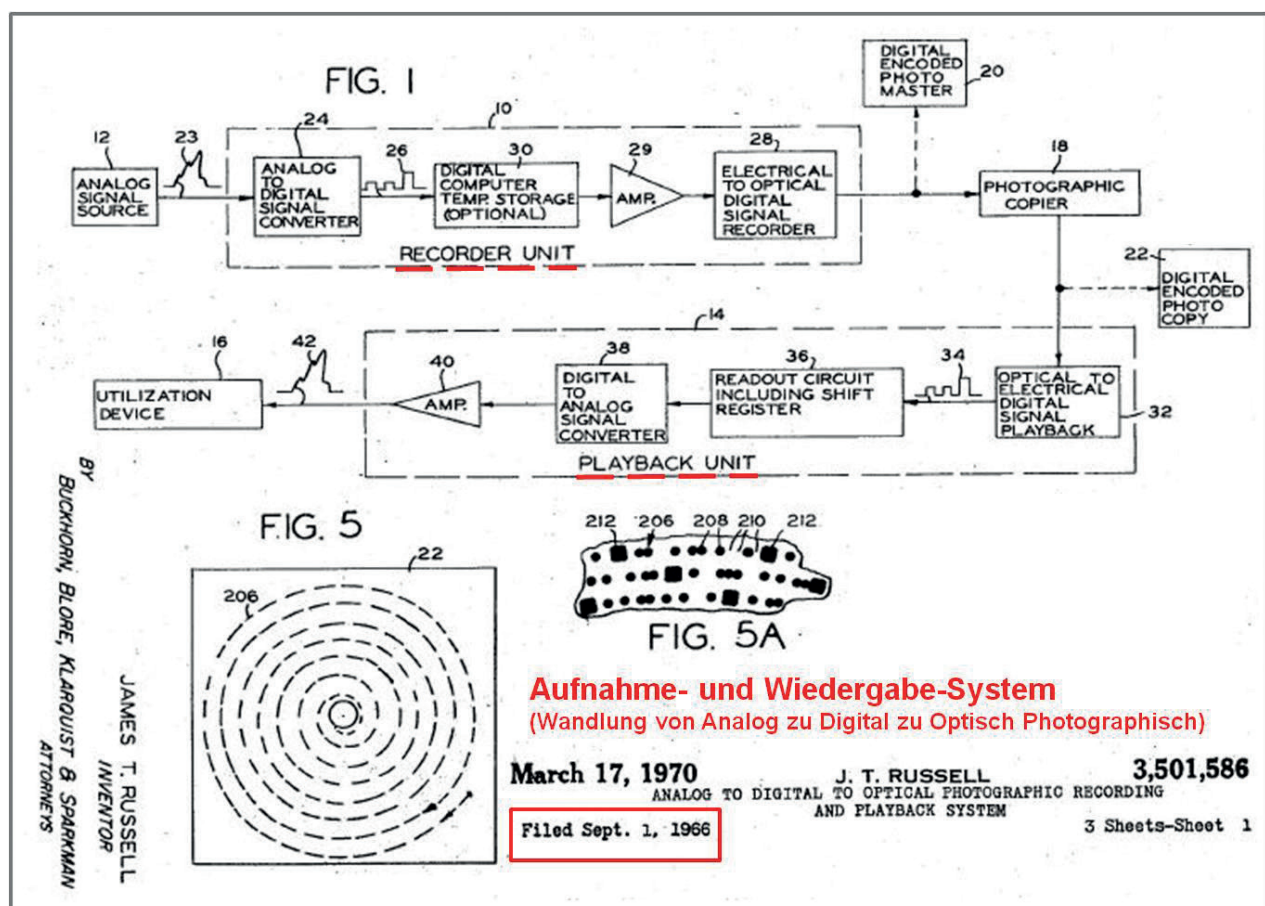

Abb. 3: USA Patent US3501586 von J. T. Russel: Analog to Digital to Optical Photographic Recording and Playback System (eingereicht am 1. Sept. 1966).
Anordnung zu entwickeln die einfach und preisgünstig viele Kopien von Videos und Tonaufnahmen ermöglichen würde. Jedenfalls hat Russel beim Pacific Northwest National Laboratory des Battelle Memorial Institutes ein Gesamtkonzept eines Gerätes zur optischen Aufnahme und Wiedergabe entwickelt. Sein erstes Patent reichte er im September 1966 ein (US Patent US3501586 Analog to Digital to Optical Photographic Recording and Playback System). In dem Patentauszug Abb. 3 sehen wir das Blockschaltbild Fig. 1, die spiralförmige Aufzeichnungsspur Fig. 5 sowie ein Detail der aufgezeichneten Bit- und Synchronisationsstruktur der Aufzeichnungsspur Fig. 5a.
Aber lassen wir Russel selbst zu Wort kommen. In seinem Patent erklärte er: „Die Signalquelle (12 Bezeichnung Abb. 3 Fig. 1) liefert ein Video- oder Audiosignal (23), das zum Beispiel ein Fernsehsignal oder ein High Fidelity Musiksinal sein kann. Dieses analoge Eingangssignal wird an den Eingang eines Analog Digital Converters (24) in der Recorder Unit (10) gelegt. Dieser ADC erzeugt ein digital codiertes elektrisches Ausgangssignal (26). Der Signalrecorder (28) konvertiert das digitale elektrische Signal in ein digitales Lichtsignal und zeichnet dieses photogra-